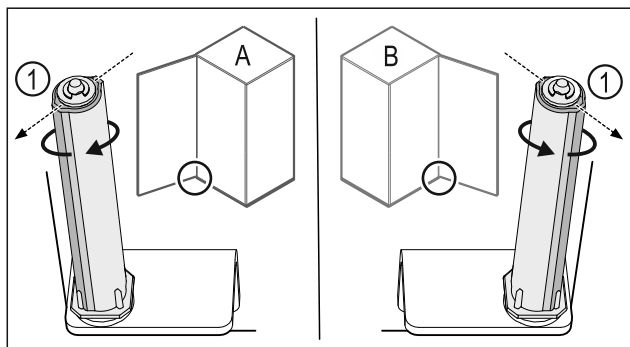

Fig. 45 Venstrestop (A) / højrestop (B)
- Drej lukkesystemet imod modstanden, til lukkesystemets stang Fig. 45 (1) vender udad.